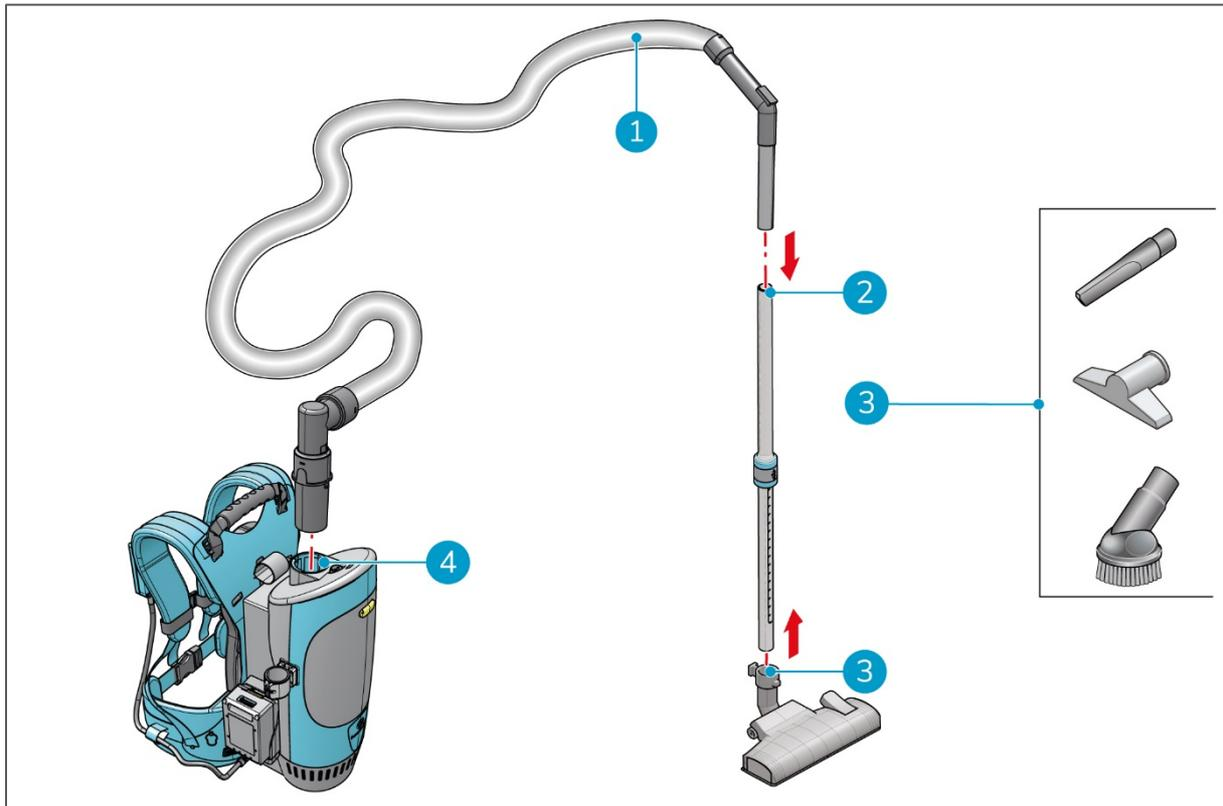

Figura 7
1. Inserire il tubo flessibile (Figura 7, pos 1) nel corpo dell'i-move 2.5B® (Figura 7, pos 4) e nell'asta (Figura 7, pos 2).
2. Collegare lo strumento desiderato (Figura 7, pos 3) sull'estremità stretta della bacchetta.